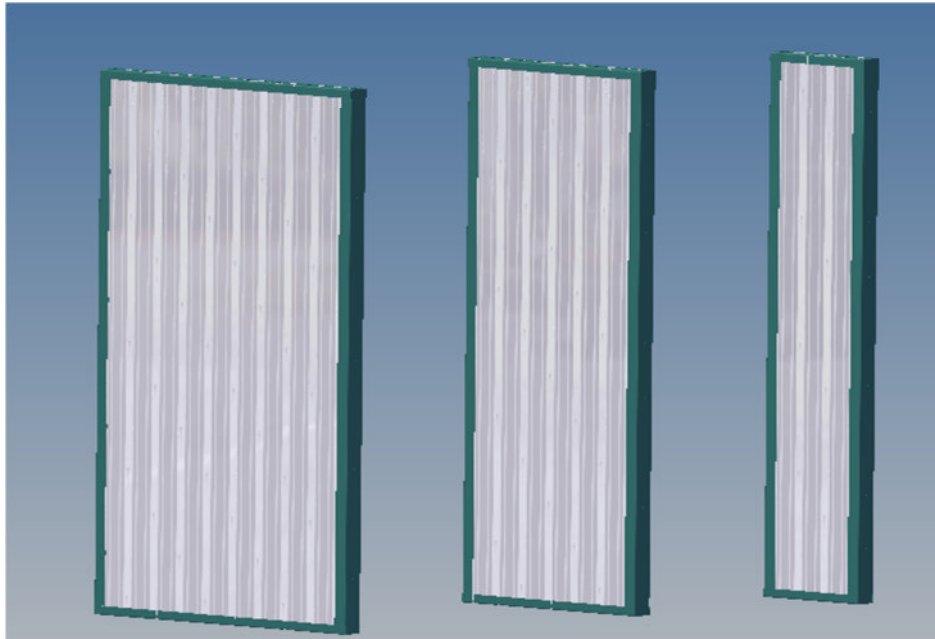

Bild 1 Modulelemente 2400 mm , 1650 mm , 900 mm
- 3.2.3 Die einzelnen Wandmodule (Bild 1) nach dem projektbezogenen Positionsplan Teil für Teil aufstellen, am Boden mit den gelieferten Ankerdübeln befestigen und miteinander verschrauben.